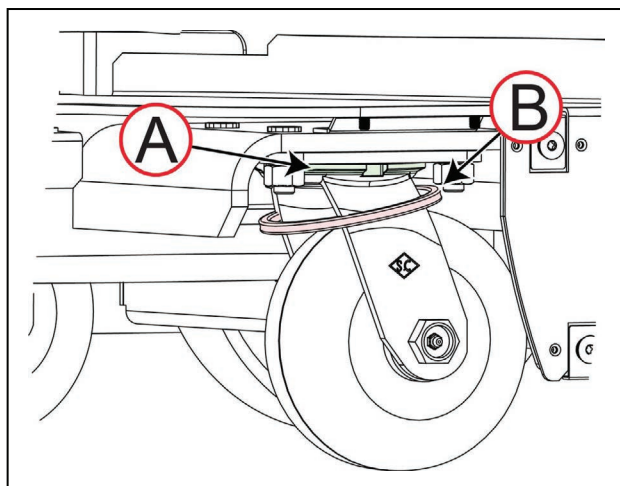

图8-5 脚轮叉臂轴承和O型环
5. 使用一次性抹布清除叉臂轴承[图8-5中的（A）]上的旧润滑脂和污垢。